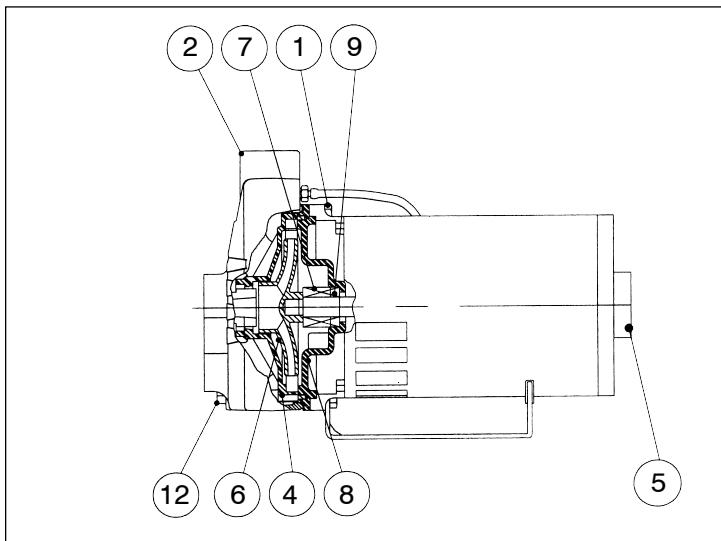

Fig. 4
b) **Remplacement du joint mécanique : (Voir Fig. 4)**